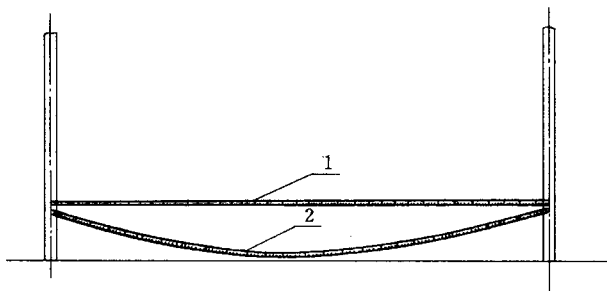

图 1—1 用皮尺测量长距离示意图
(2)测量大型物件或长距离时,横向要水平,纵向与横向要垂直,见图 1—1。